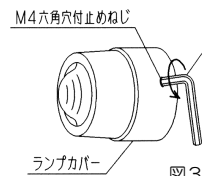

図3
- ランプカバーのM4六角穴付止めねじを付属の六角棒スパナ(呼び2)で2回転以上緩めてからランプカバーを反時計回りに回して外してください。(図3~4)